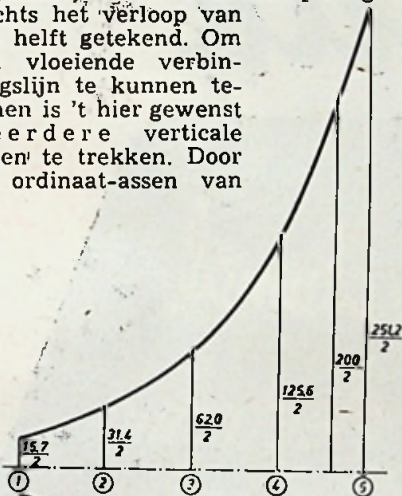

Fig. 6
We merken hier dat een oppervlakte-verhouding van 10 te groot is gekozen. We herhalen de procedure dus voor $0/0_1 = 2$ (fig. 4) en vinden hiervoor een $x = 2,35$ cm. Het verloop is in fig. 6 getekend. Voor ruimtebesparing is slechts het verloop van één helft getekend. Om een vloeiende verbindingslijn te kunnen tekenen is 't hier gewenst meerdere verticale lijnen te trekken. Door de ordinaat-assen van
c. Voor de afsnijfrequentie 800 Hz, moet de mondopening tenminste 44 cm in omtrek zijn, d.w.z. een afmeting hebben van 2×20 cm. Hieraan voldoet de extra verticale lijn tussen 4 en 5 in fig. 6 met een lengte van 20 cm.